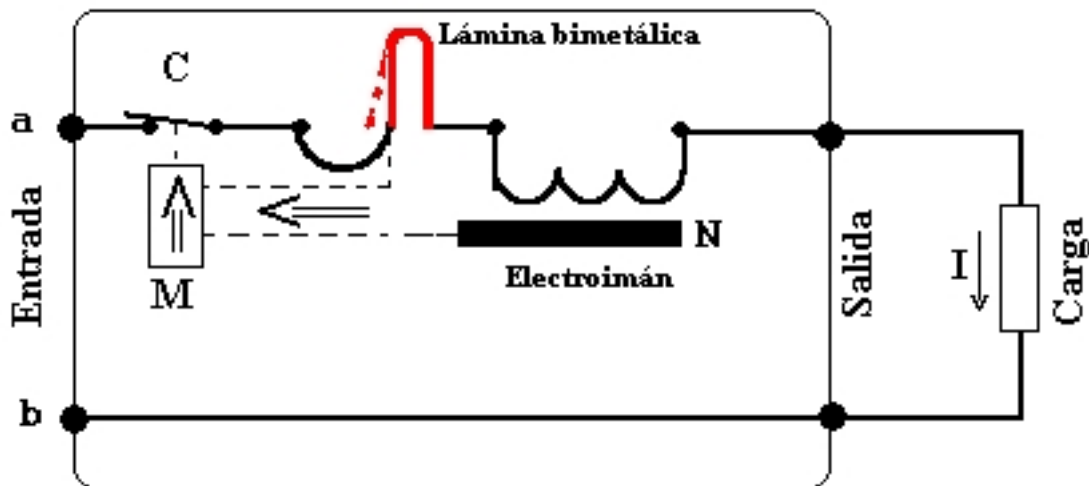

Figura 1.- Diagrama de un interruptor magnetotérmico
El funcionamiento del interruptor magnetotérmico, representado en la Figura 1, es el siguiente: Al circular la corriente el electroimán crea una fuerza que, mediante un dispositivo mecánico adecuado (M), tiende a abrir el contacto C, pero solo podrá abrirlo si la intensidad I que circula por la carga sobrepasa el límite de intervención fijado. Este nivel de intervención suele estar comprendido entre 3 y 20 veces la intensidad nominal (la intensidad de diseño del interruptor magnetotérmico) y es de actuación muy rápida. Esta es la parte destinada a la protección frente a los cortocircuitos, donde se produce un aumento muy rápido y elevado de corriente. La otra parte está constituida por una lámina bimetálica (representada en rojo) que, al calentarse por encima de un determinado límite, sufre una deformación y pasa a la posición señalada en línea de trazos lo que, mediante el correspondiente dispositivo mecánico (M), provoca la apertura del contacto C. Esta parte es la encargada de proteger de corrientes que, aunque son superiores a las permitidas por la instalación, no llegan al nivel de intervención del dispositivo magnético. Esta situación es típica de una sobrecarga, donde el consumo va aumentando conforme se van conectando aparatos. Se ve así que ambos dispositivos se complementan en su acción de protección, el magnético para los cortocircuitos y el térmico para las sobrecargas. Además de esta desconexión automática, el aparato está provisto de una palanca que permite la desconexión manual de la corriente. Esta palanca volvería a saltar, aunque la palanca estuviese sujeta con el dedo, hasta que se halla